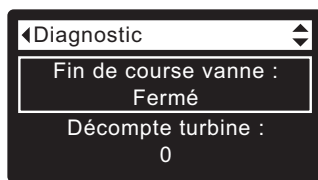

FIG. 108
2. Appuyez sur le bouton **BAS** (▼) pour faire défiler les options du menu et mettre en encadré l'écran **Contacteur de position vanne** (cf. Figure 108).